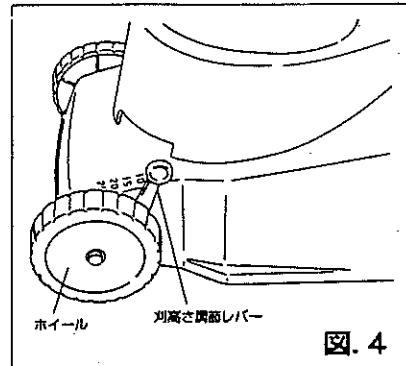

図. 4
- (1) 一度の剪り込みで剪取る芝生の長さは、10~20mmが最適です。
- (2) 剪高さは、10、15、20、25mmの4段階に調節ができます。(図. 4)
- (3) 前方の剪り高さ調節レバーをホイル側に引き、適当な剪り高さに調節して下さい。